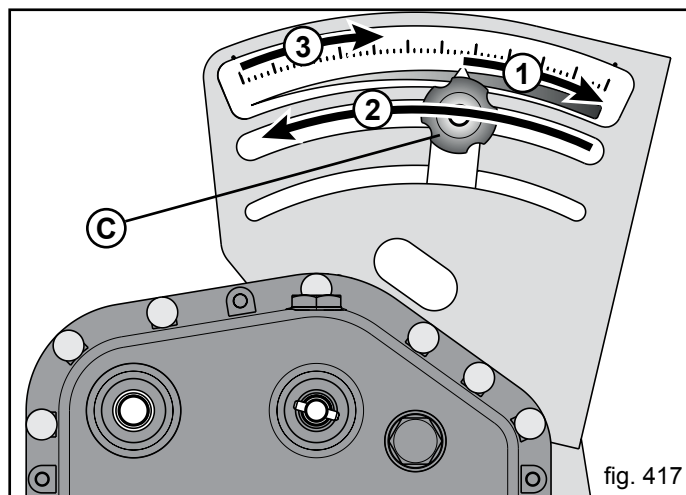

fig. 417
- 5) Løsn fastgøringsskruen på gearrets justering (C, Fig. 417), bring derefter grebet op på fuld skala «50» (1), sæt det tilbage i «0» (nul) (2) og placér det derefter ud for den fundne værdi (3) (baseret på den mængde produkt, der skal spredes), ved hjælp af justeringsknoppen. Fastgør gearjusteringens fastgøringsskrue igen.